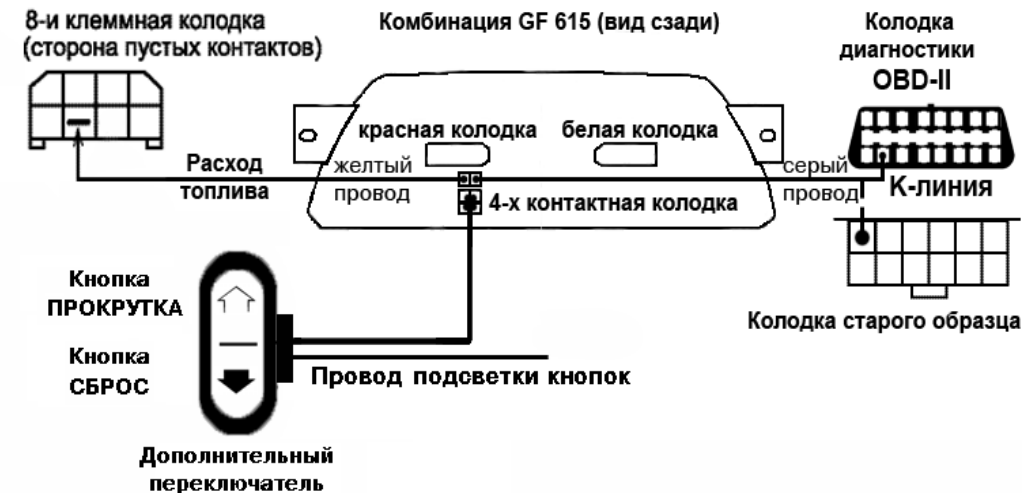

Рис. 2. Схема подключения БК комбинации GF615 на автомобиле.
6.4. Пропустить провод диагностической "К - линии" БК ЭКП к диагностической колодке слева от рулевой колонки и подсоединить его согласно рис. 2 (см. стр. 3).
6.5. Пропустить желтый провод СРТ расхода топлива к 8-ми клеммной колодке, расположенной за кожухом под рулем слева, и вставить контакт желтого провода в свободную камеру 8-ми клеммной колодки согласно рис.2, 3 (см. стр.3).